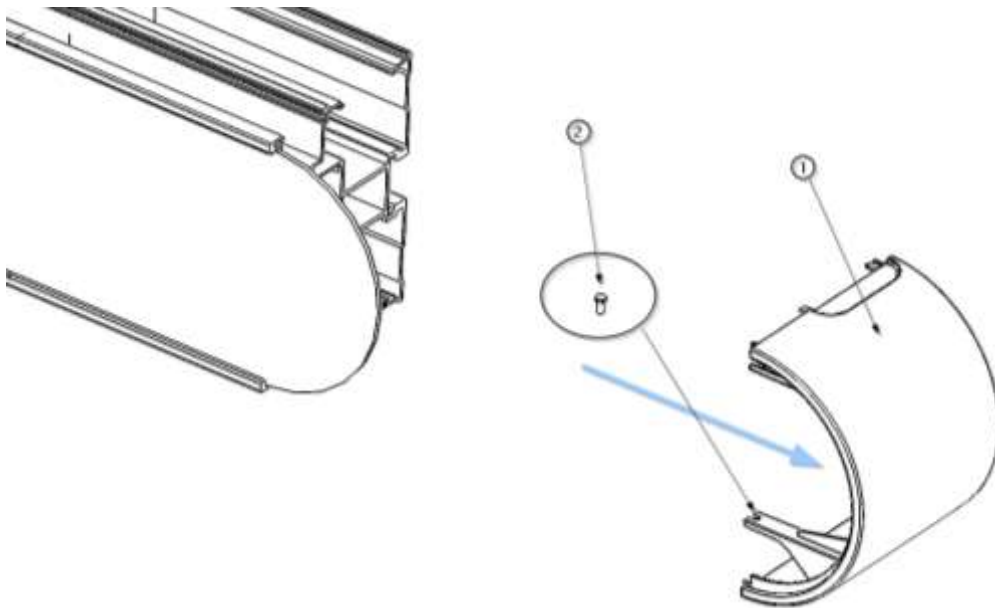

Abb. 4 Entfernen der Seitenwände
- Entfernen Sie die Schraube M4 x 10 ② DIN 7505 und schieben Sie die Seitenwand ① in Richtung des Gerätegehäuses, um sie wie in Abbildung 4 gezeigt zu entfernen.
- Um die Frontblende ① wieder anzubringen, muss sie einfach in Richtung des Gehäuses in ihre Position geschoben werden, bis sie einrastet, und die Befestigungsschraube ② muss wieder angebracht werden.